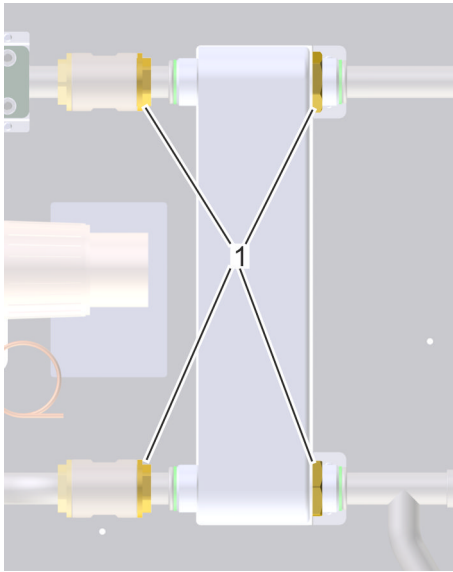

Abb. 85: Verschraubungen Wärmetauscher lösen
4. ➤ Um den Wärmetauscher zu lösen, mit einem Rollgabelschlüssel 4 Verschraubungen (Abb. 85/1) lösen.
7. ➤ Um den neuen Wärmetauscher festzuschrauben, 4 Verschraubungen (Abb. 85/1) anziehen.